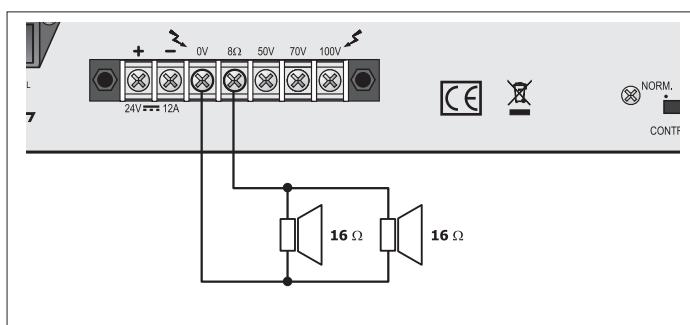
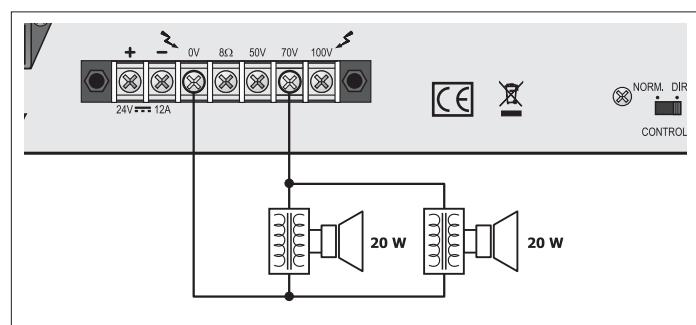

Fig. 3.7.1
Fig. 3.7.2
Le uscite di potenza per i diffusori sono disponibili sulla morsettiera (8). È possibile realizzare un impianto di diffusione sonora utilizzando sia diffusori a bassa impedenza (fig. 3.7.1), sia diffusori dotati di traslatore di linea (fig. 3.7.2). In entrambi i casi il carico complessivo non deve essere tale da sovraccaricare l'amplificatore: non applicare cioè diffusori o gruppi di diffusori con impedenza più bassa di quella nominale della presa alla quale sono collegati.
The power outputs for the loudspeakers are available on the terminal strip (8). It is possible to set up a sound-broadcasting system using either low-impedance loudspeakers (fig. 3.7.1) or loudspeakers equipped with a line transformer (fig. 3.7.2). In both cases the overall load must not be such as to overload the amplifier. This means that you must not apply loudspeakers or groups of loudspeakers with an impedance lower than the rated impedance of the socket to which they are connected.